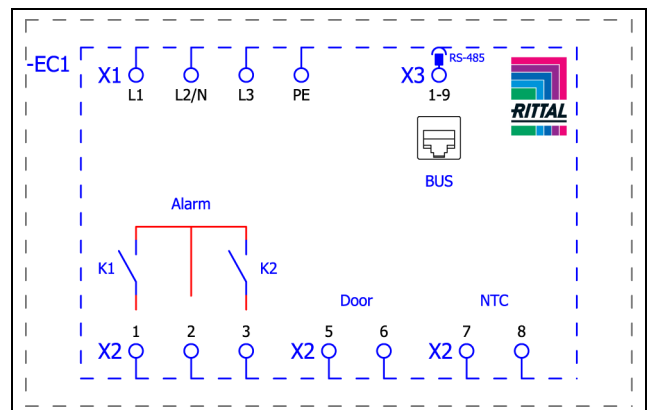
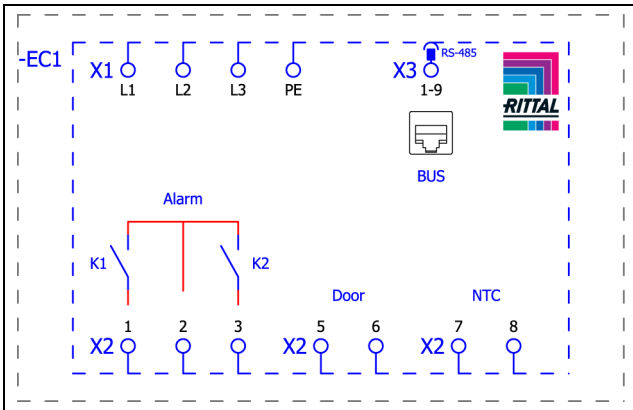

Imagen 16: Esquema de conexiones SK 3186x30, SK 3187x30 y SK 3185x30
Imagen 17: Esquema de conexiones SK 3188x40 y SK 3189x40
■ Utilice el conector de red de la bolsa de accesorios y realice la alimentación a red según el esquema de conexión correspondiente (imagen 16 o imagen 17).